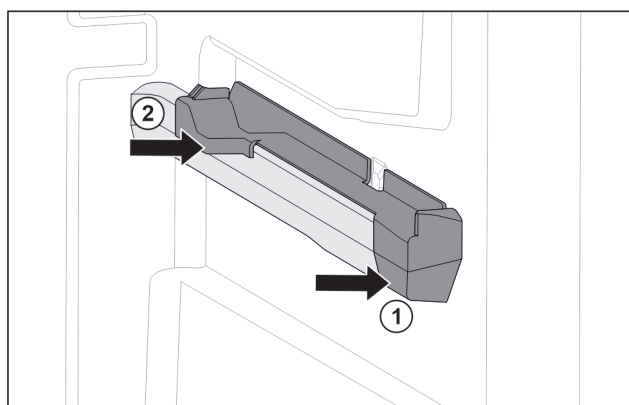

Fig. 102 Nasazovací díl na pravém žebrování na nádoby
- Nasadte nasazovací díl na žebrování na nádoby. Fig. 102 (1)
- Přitlačte nasazovací díl k zadní části. Fig. 102 (2)